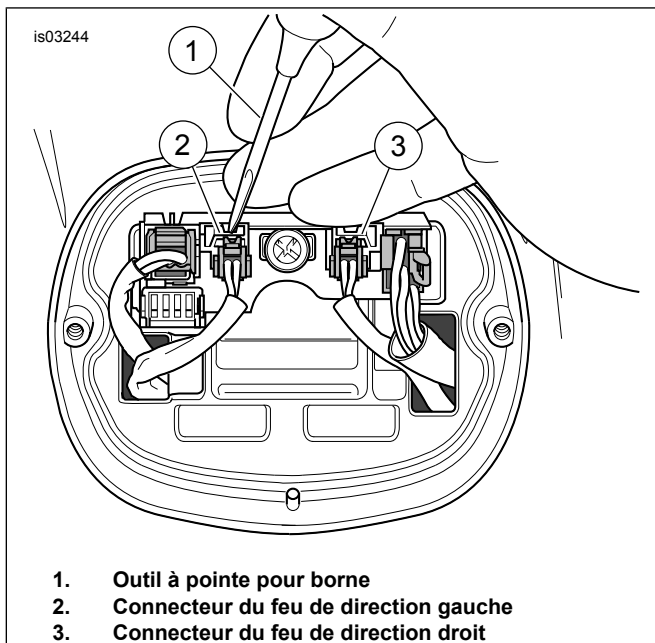

Figure 2. Retirer les connecteurs de feu de direction
3. Voir Figure 2. À l'aide d'un outil à pointe de borne (1), appuyer sur les languettes de verrouillage et retirer les connecteurs de feu de direction (2 emplacements) (2, 3). Conserver les connecteurs pour l'installation du kit. Voir CONNECTEURS ÉLECTRIQUES AMP MULTILOCK dans le Manuel d'entretien.